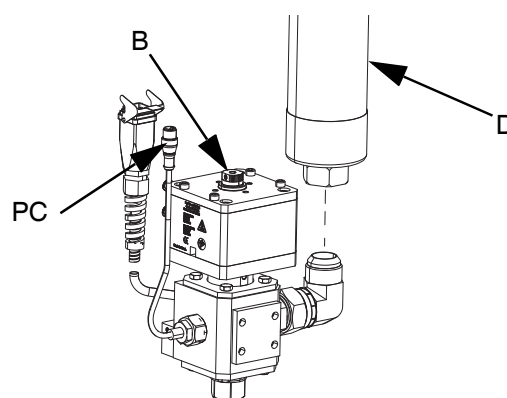

FIG. 21
7. Si deux flexibles sont utilisés, reliez le flexible d'alimentation 2 (D) au raccord d'entrée sur la vanne de distribution (B). Si un seul flexible est utilisé, reliez le flexible d'alimentation 1 (C) au raccord d'entrée sur la vanne de distribution (B). Voir la FIG. 21.